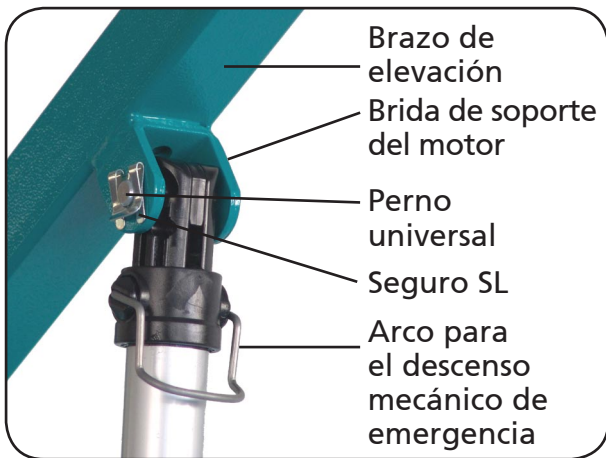

Figura 07
3. Quite ahora la abrazadera de cables que mantiene juntos como seguro de transporte el brazo de elevación y la columna (figura 05). Para fijar el motor, quite el perno universal de la brida de soporte del motor en el brazo de elevación. Levante el brazo de elevación y haga coincidir el agujero del tubo de elevación con el de la brida de soporte del motor. A continuación se introduce nuevamente el perno universal siendo asegurado con el seguro SL (figura 07).